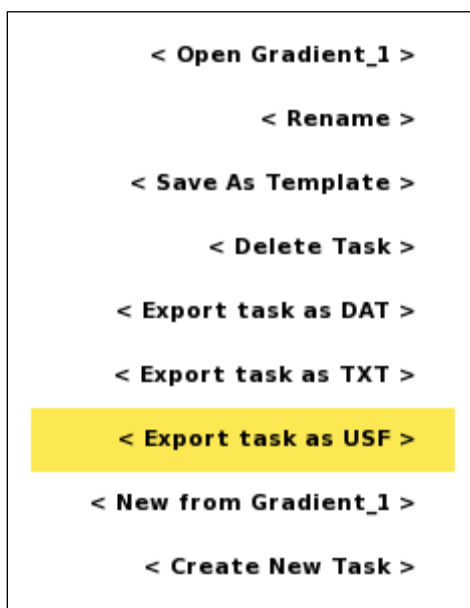

Figura 101 Menú de opciones de tareas
- Resaltado <Exportar tarea como USF> (Figura 101)